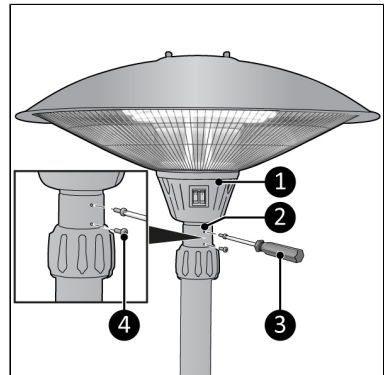

Abbildung 34.
8. Befestigen Sie die Heizhaube (Abbildung 34, Pos. 1) mit zwei kleinen Schrauben (Abbildung 34, Pos. 4) am verstellbaren Rohr (Abbildung 34, pos. Pos. 2) mithilfe eines Kreuzschlitzschraubendrehers (Abbildung 34, Pos. 3).